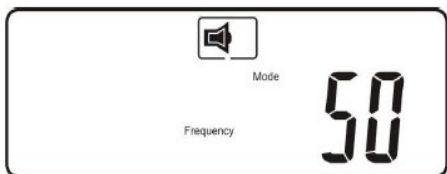

Рис. V3 Режим «CVCF 50Hz»
- режим преобразования частоты 50 Гц— рис. V3,